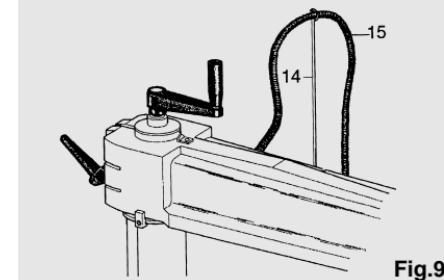

Fig.9
- Fissare adesso la molla (14) al braccio utilizzando la vite che trovate avvitata nel braccio stesso e far passare nell'occhiello il cavo elettrico (15) del motore come illustrato in fig. 9.